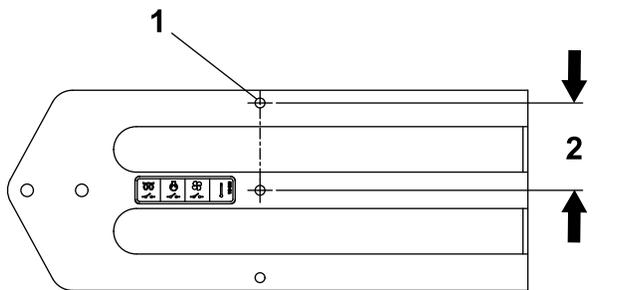
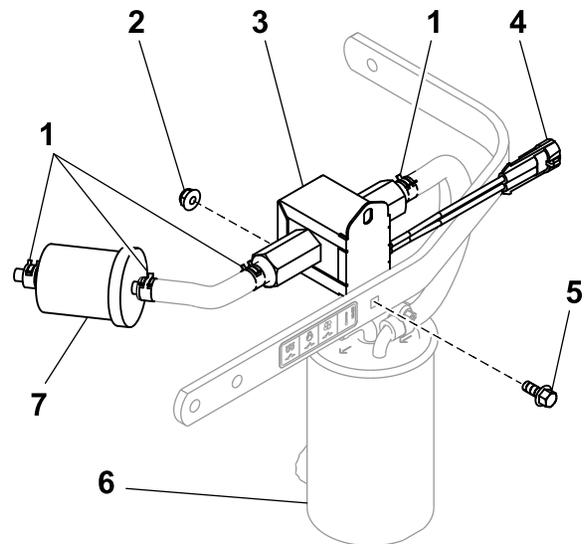

Figura 14
Figura 15
Utilizzate Figura 1, Figura 14, Figura 15, e Figura 16 per questa procedura.
4. Solo per macchine internazionali, individuate, contrassegnate e praticate un foro (9/32") nella protezione come illustrato in Figura 14 e Figura 16.
5. Per macchine locali, montate la nuova pompa del carburante utilizzando il foro inferiore nella pompa con un bullone (1/4" x 5/8") e un dado di bloccaggio (1/4"); fate riferimento a Figura 15. Per le macchine locali viene utilizzato solo un dado e un bullone.